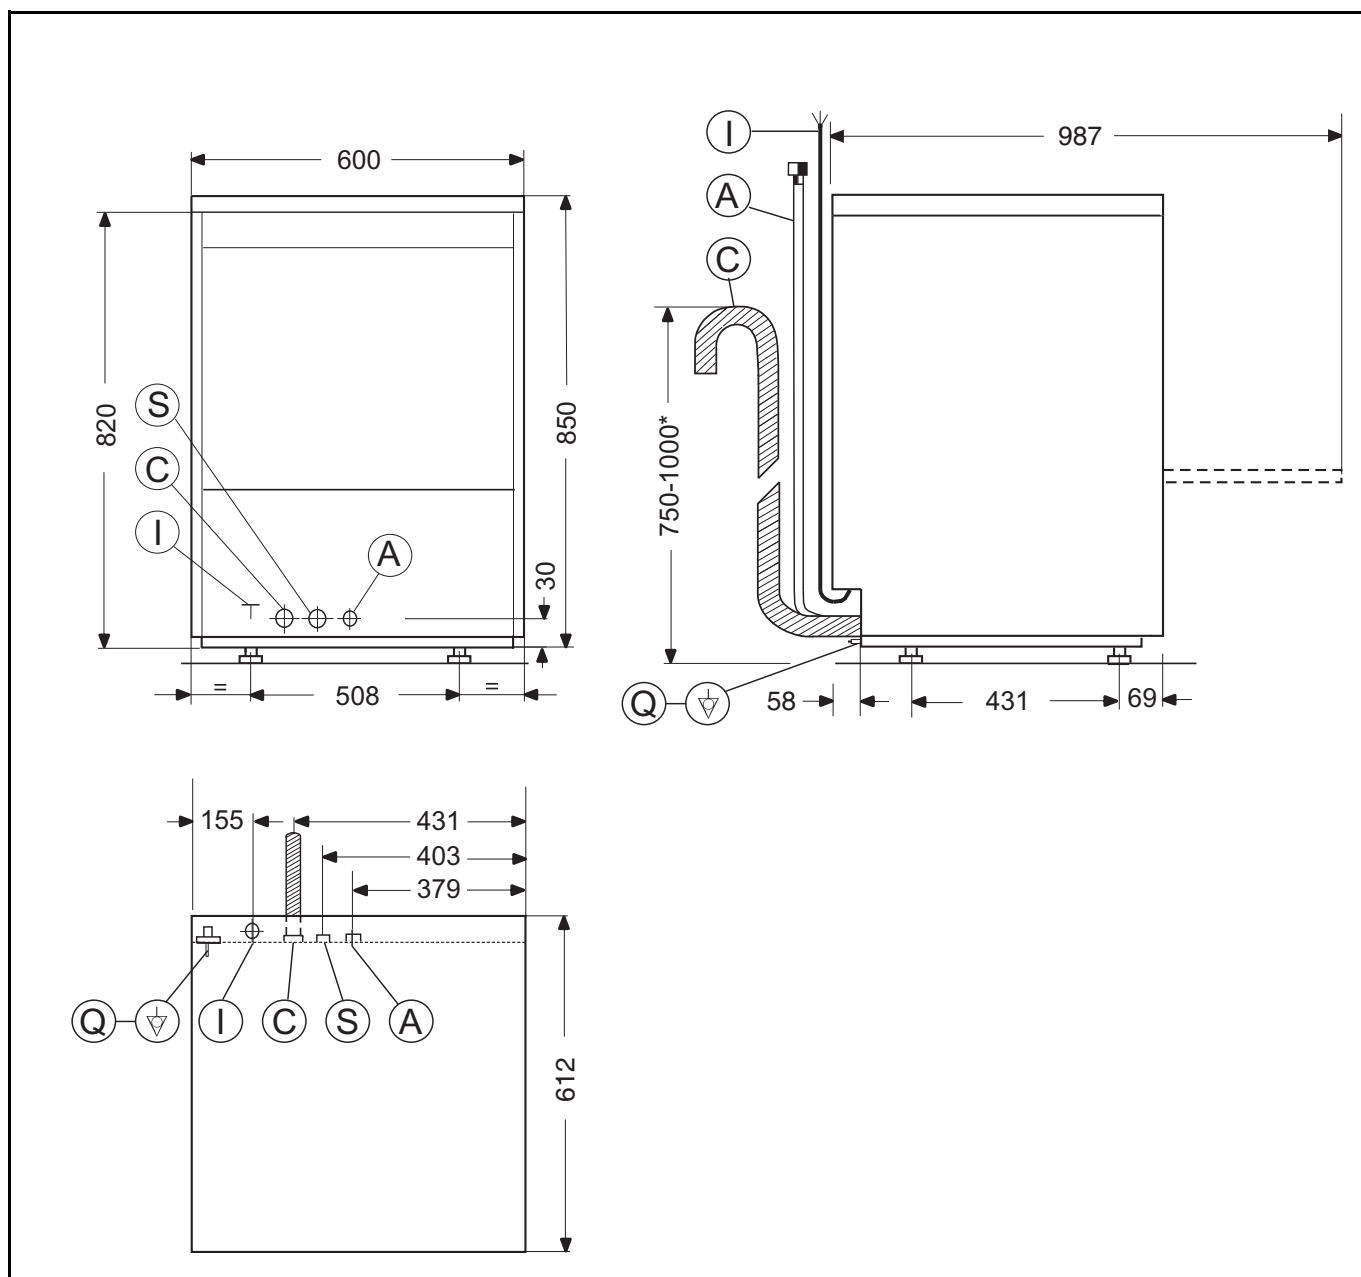
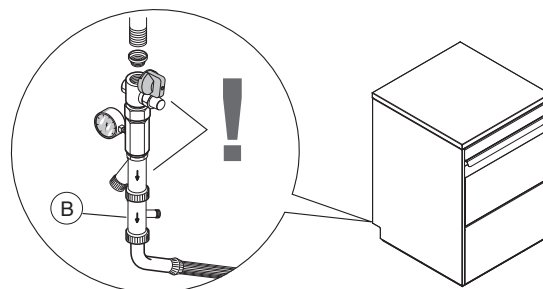

Fig. 4 Installationsdiagram
Fig. 9
Signaturforklaring Fig. 4
- Tilslut maskinens vandtilførselsslange "A" (Fig. 4) til vandforsyningen og indsæt en hane, det medfølgende filter samt et manometer (Fig. 9).
- På modeller med blødgøringsanlæg skal man tilslutte den medfølgende, dobbelte ventil med tilbageløbssikring "B" (Fig. 9) og tilførselsrøret til maskinen.
Tilslut afløbsslangen "C" (Fig. 4) til afløbet via en vand-lås, eller anbring slangen over et gulvafløb med vand-lås.
- Forbind jordlederen i forsyningskablet til et effektivt jordstik. Maskinen skal desuden indeholdes i et ækvipotentialsystem, der tilsluttes ved hjælp af skruen "Q" (Fig. 4) med symbolet "⚡". Ækvipotentialelederen skal have et tværsnit på 10 mm².